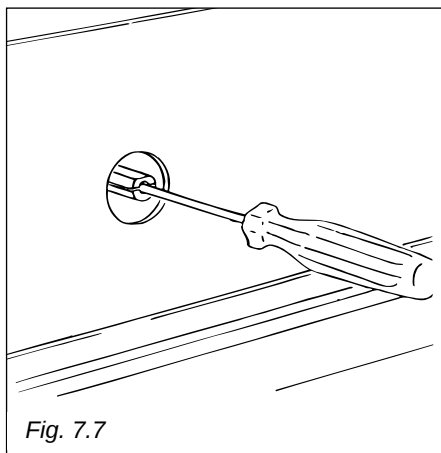

Fig. 7.7
- à l'aide d'un tournevis mince tourner la vis à l'intérieur de la tige jusqu'au moment où l'on obtient le réglage correct (Fig. 7.7).